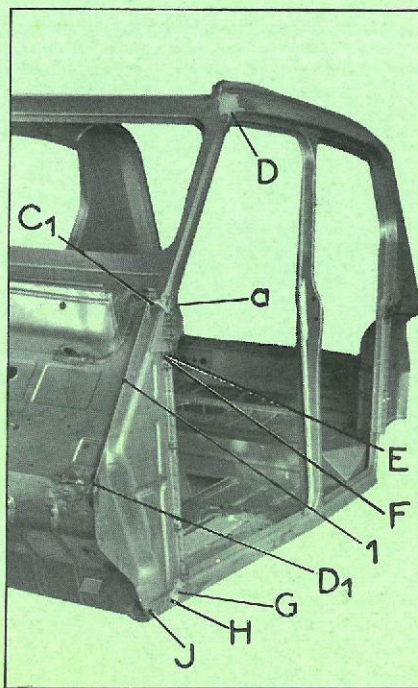

Fig. 2
- DE et symétriquement (fig. 2)
- EF et symétriquement (fig. 2)
- FG et symétriquement (fig. 2)
- HJ et symétriquement (fig. 2)